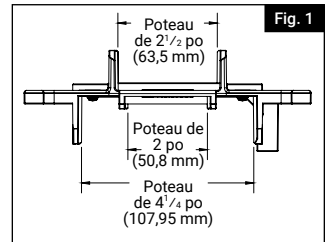

Fig. 1
- L'outil d'installation BracketProMC pour rampes en aluminium de Barrette Outdoor LivingMD peut être utilisé sur des poteaux de 2 po (50 mm), 2 1/2 po (63,5 mm) et 4 1/4 po (114,3 mm) pour les installations de rampes en aluminium AvalonMD et VersaRailMD (Fig. 1).